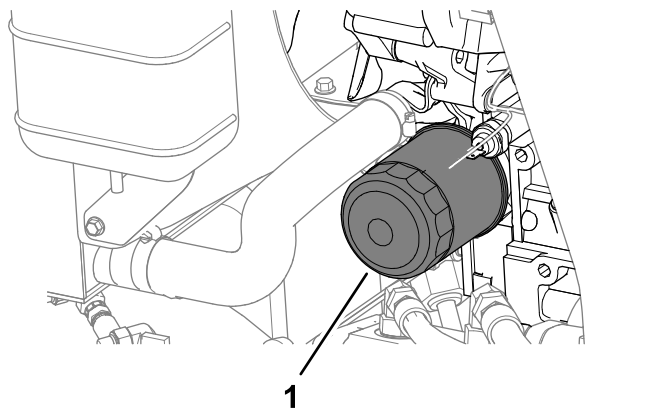

Figura 75
4. Demontați filtrul de ulei (Figura 75).